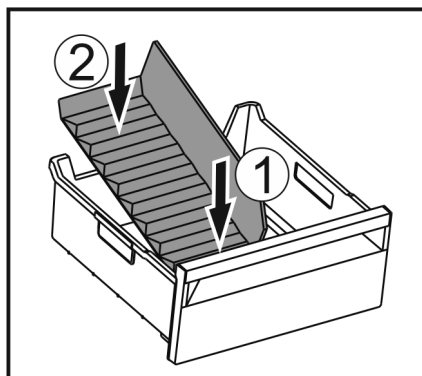

Fig. 209
- Futni brenda pjesën e përparme të ndarësit të sirtarit të akullit. Fig. 209 (1)
- Ulni poshtë pjesën e pasme të ndarësit të sirtarit të akullit deri në bazamentin e sirtarit. Fig. 209 (2)